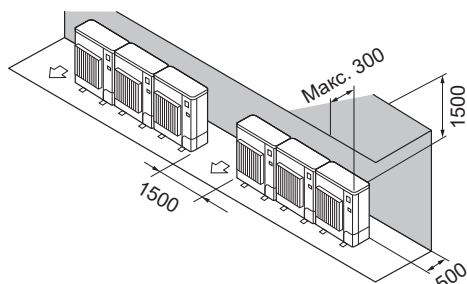

Fig. 2-14
- ② Перешкоди лише ззаду та зверху (Fig. 2-14)